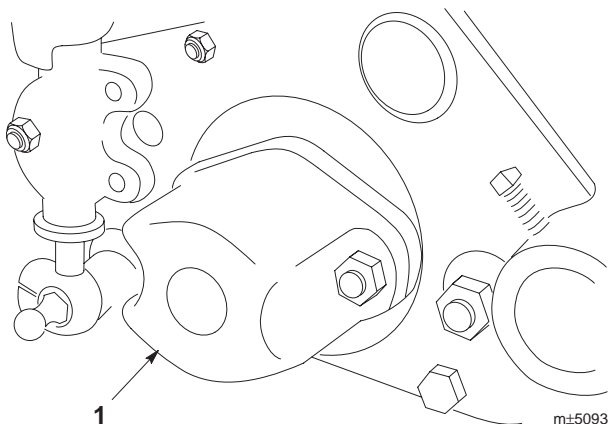

図 13
- A. カウンタバランスのエンドキャップ(図 13) の固定ナットを外し、スタッドからエンドキャップを抜き取る。
C . トルクレンチを取り付け、リールが回転しないようにリールを固定しておいて、リール・ベアリング調整ボルトを、所定の締め付けトルク値まで締める（図 13：所定値は $1\ 1.6\ \text{N.m}$ ($0.08\ 0.13\ \text{kg.m}$))。
D . リール・シャフトのエンド・ボルトを取り付け（図 13）、トルクレンチでもう一度回転抵抗を確認する。